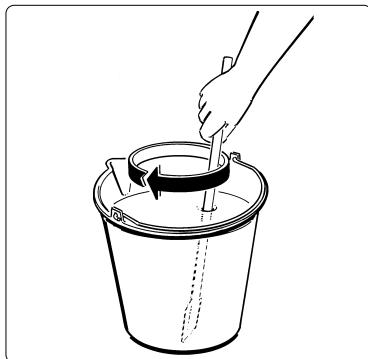

Fig. 3
- Diluir y mezclar, en un recipiente a parte, el producto según las indicaciones del productor, (ver fig. 3).